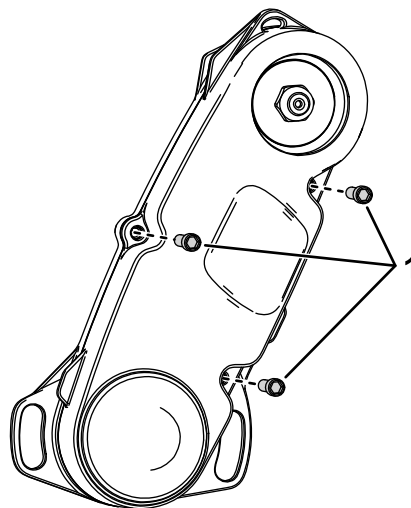

图6
- 卸下将盖子固定到滚刀驱动组件的 3 个螺栓并取下滚刀驱动盖 图6。
- 用在步骤 2 中卸下的螺栓将滚刀盖安装到滚刀驱动组件请参阅 图6。